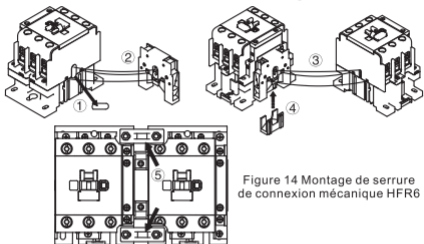

Figure 14 Montage de serrure de connexion mécanique HFR6
(3) Voir la figure 14 pour le montage de serrure chaîne mécanique HFR6, pour HDC3-09~38A il faut compléter les processus ① à ④, pour HDC3-40 ~ 95A, il faut encore monter la plaque de connexion fixée:
- ① Tirer la collage anti poussières
- ② Monter HFR6
- ③ Monter un autre contacteur en suivant les indications de la figure
- ④ Monter la module de fixation en suivant les indications de la figure
- ⑤ Fixer les deux contacteurs par les vis et écrou verrouillés et la plaque de connexion en suivant les indications de la figure